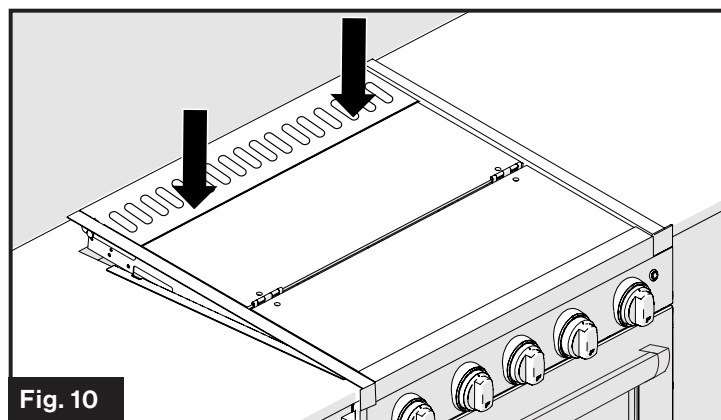
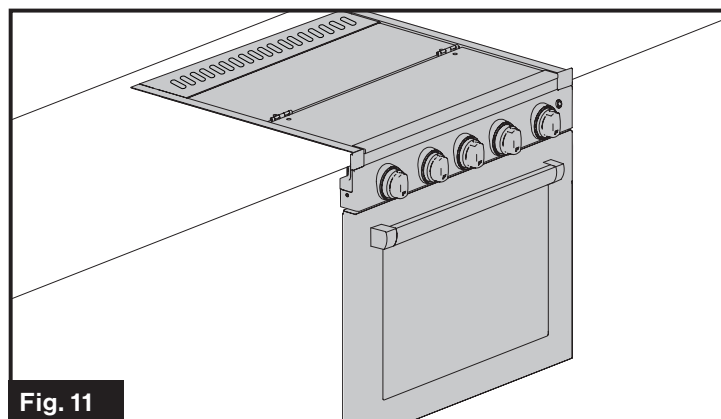

Fig. 10
Fig. 11
2. Appuyez sur l'arrière du couvercle de la vitre supérieure et vous entendrez un clic. Le couvercle de la vitre supérieure est maintenant verrouillé en place. (Fig. 10 et Fig. 11)